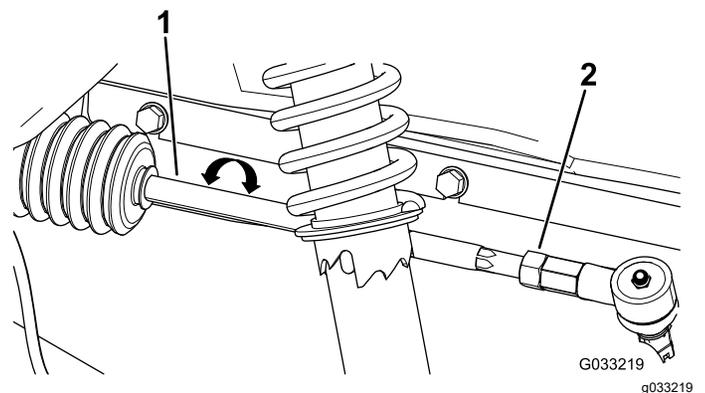

图 57
2. 如果测量值超出 06mm 应松开横拉杆外端的锁紧螺母 图 57。